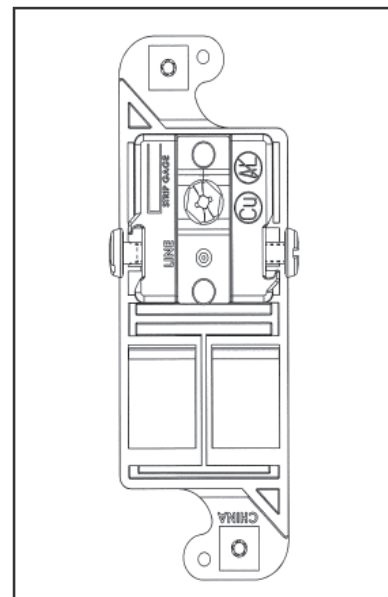

FIGURE 1
Tighten terminal screws securely, 9/12 pound inch (1.0-1.4 Nm) of torque. (Fig. 1).
- Câblage Latéral: Enrouler solidement le conducteur autour de la vis de borne. Reserrer les vis de bornes. Couple de serrage: 1,0-1,4 N•m. (Fig. 1).
- Cableado Lateral: Enrollar firmemente el conductor alrededor del tornillo del borne. Ajustar los tornillos de los bornes con un par de 1,0-1,4 N•m. (Fig. 1).